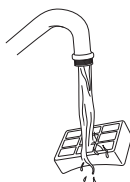

Fig. 24
- 4 Lave el filtro debajo de la canilla con agua tibia y el lado sucio hacia abajo hasta que el agua salga limpia. **(Fig. 24)**